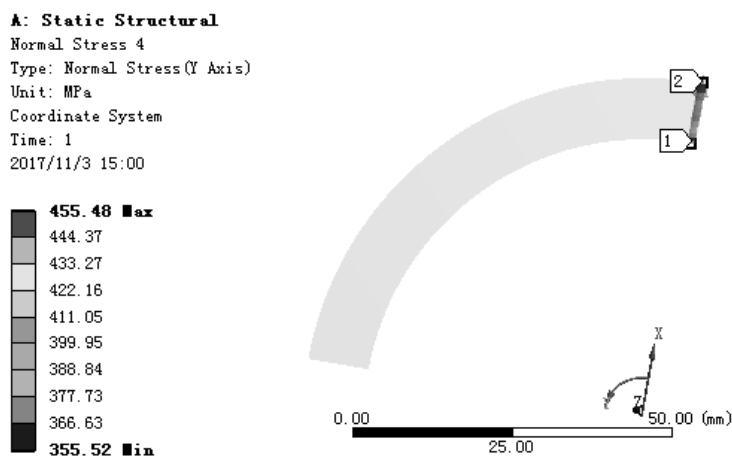
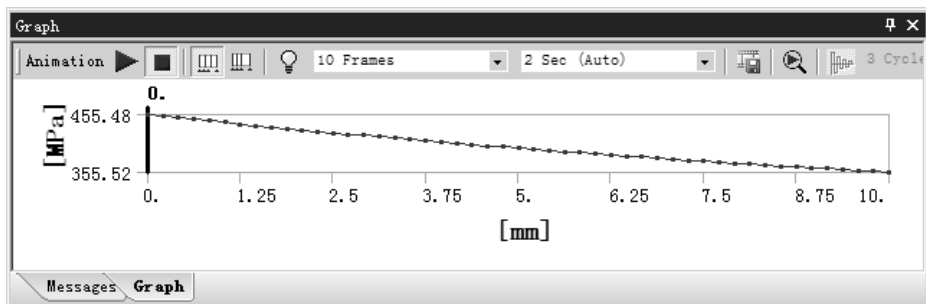

图 7.5.41 切向应力 (路径 Path) 结果图解
图 7.5.42 切向应力 (路径 Path) 图表
(6) 查看沿路径 Path 切向应力结果图解。在“Outline”窗口中选中 Normal Stress 4，查看图 7.5.41 所示的切向应力(路径 Path)结果,其最小应力为 355.52 MPa,最大应力为 455.48MPa；在“Graph”窗口中显示图 7.5.42 所示的路径图变化情况。